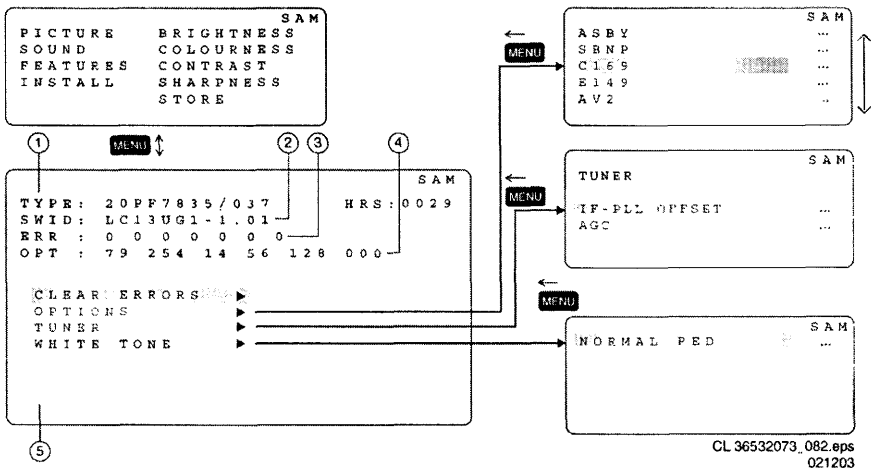

Рис. 6.34. Субменю режима SAM
Внешний вид субменю в режиме SAM приведен на рис. 6.34.
- нажатие курсорных кнопок UP, DOWN на ПДУ переключает изображения меню CSM1 и CSM2 (см. рис. 6.34 и 6.35);